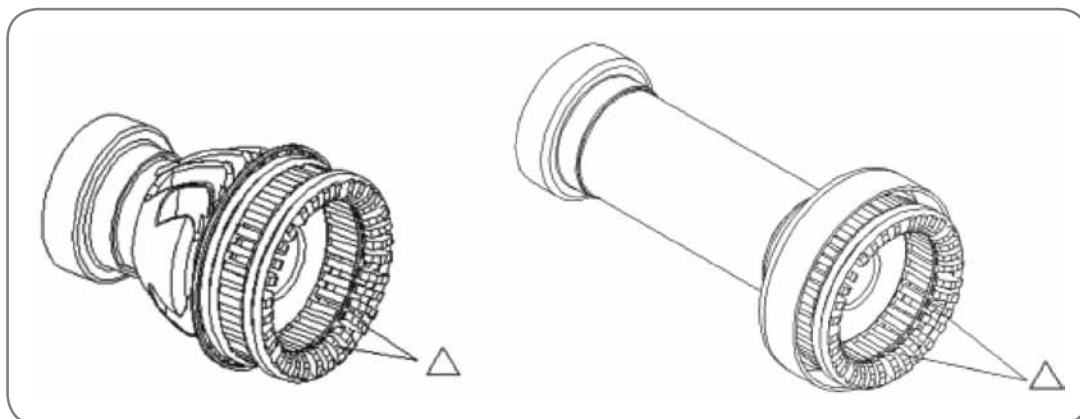

Рис. 8.3. Втычные контакты выкатного выключателя
- Втычные контакты выкатного выключателя (рис. 8.3):